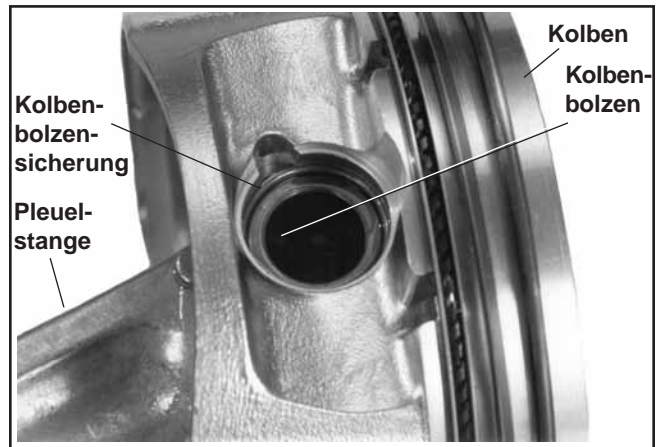

Abbildung 9-51. Ausbau des Kolbens von der Pleuelstange.
1. Entfernen Sie Kolbenbolzensicherung und Kolbenbolzen. Trennen Sie den Kolben von der Pleuelstange. Siehe Abbildung 9-51.